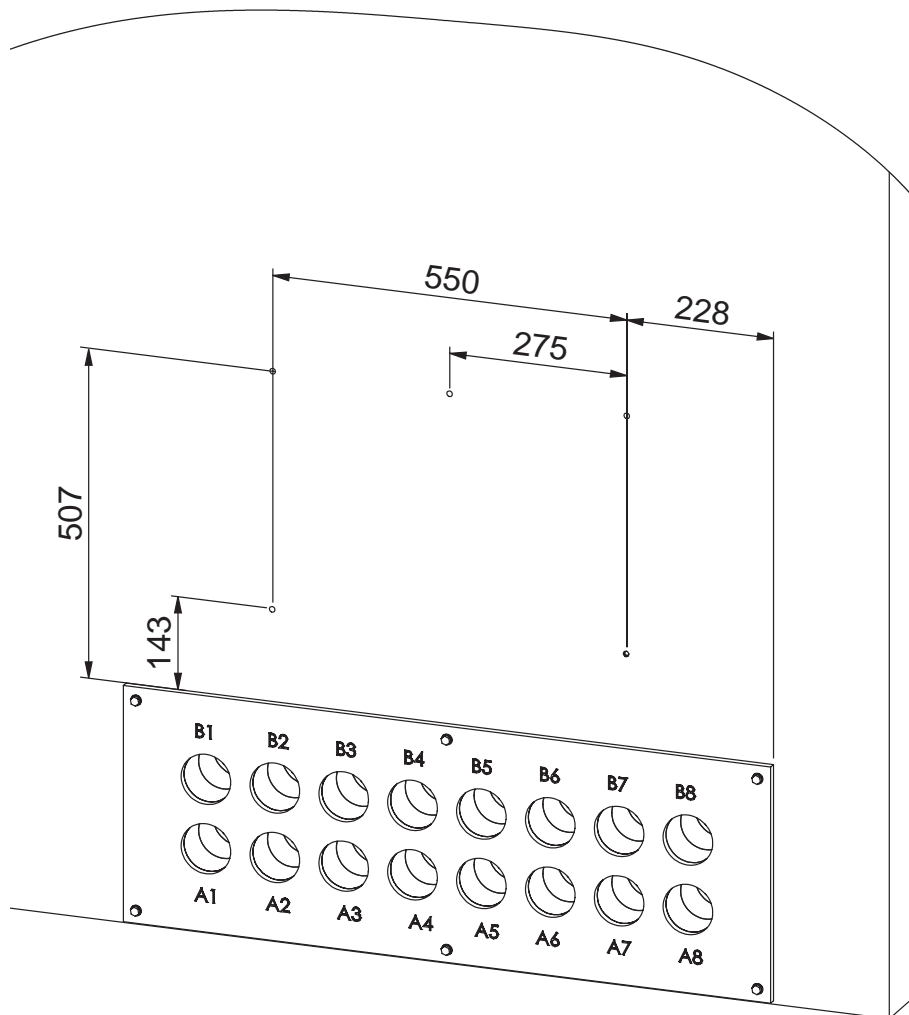

Fig. 39 Percer les trous de fixation
- Marquer et percer les trous de fixation  $\varnothing 10$  mm (cheville F10) selon Fig. 39. Les équerres de montage doivent être placées sur la cloison coupe-feu, au centre.